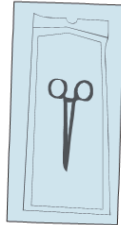

Figura 1: área de 25,4 mm
A bolsa deve ser enchida apenas a ¾ do volume da embalagem para permitir a evacuação de ar e penetração de esterilizante apropriadas. Pressione cuidadosamente para expelir o ar para fora da bolsa e certifique-se de que está presente uma área disponível de, pelo menos, 25,4 mm à volta dos quatro (4) lados dos artigos envolvidos (Figura 1).